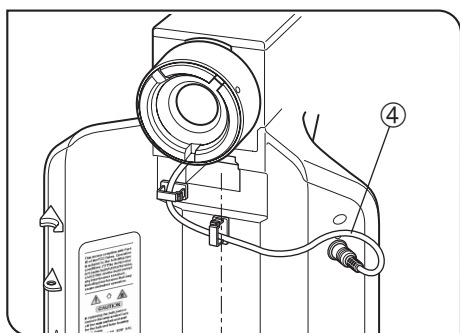

Рис. 50
- ⊗ Подведите ее кабель ④ к задней панели, пропустив его под консолью, и подсоедините кабель к разъему на задней панели.
- ⊗ Как показано на рис. 50, при подсоединении к разъему пропустите кабель через держатель кабеля (прикрепленный к BX43-5RES) на задней панели.